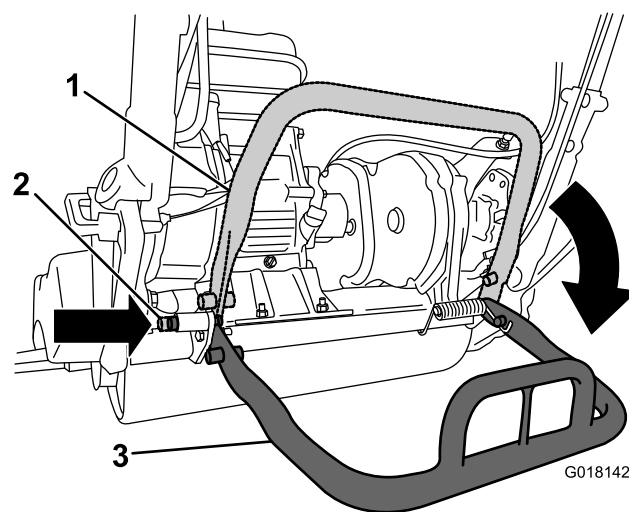

Bild 30
- Senken Sie den Ständer ab und drücken den Arretierstift ein, um ihn in der WARTUNGS-Stellung zu arretieren, damit die Maschine nicht nach hinten kippt, wenn Sie die Spindel entfernen (Bild 30).